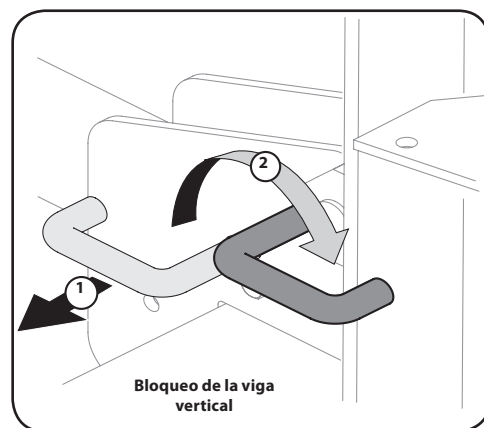

Figura 4-2
- b. Para trabar la vigueta en posición vertical, tire del bloqueo de vigueta vertical hacia afuera y gírelo para ajustar la vigueta. Vea la Figura 4-2.